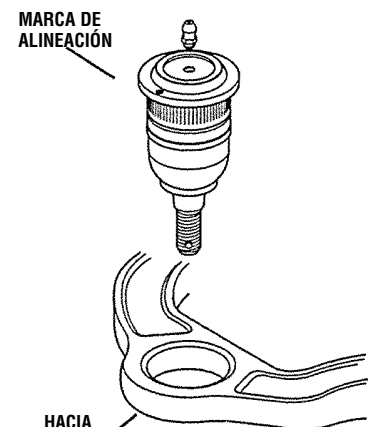

FIGURA 3
13. Colocar la nueva articulación esférica en la barra o brazo de control alto o superior con el orificio taladrado y marca de alineación hacia afuera en dirección a la rueda. VER FIGURA 3.